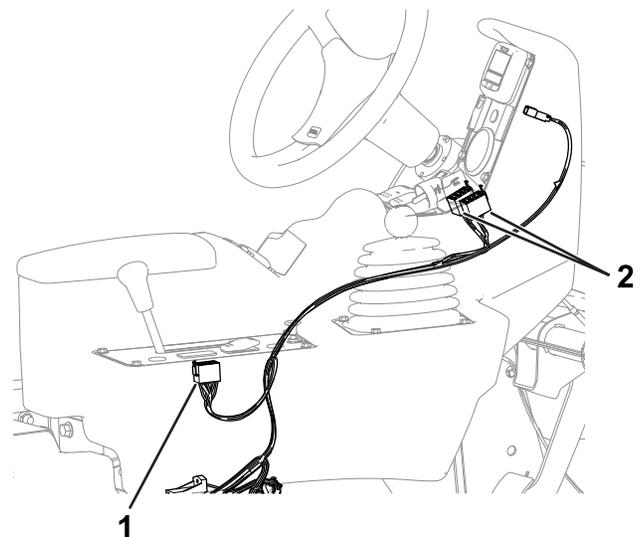

Bild 5
1. Verlegen Sie die 8-Buchsen-Stecker durch das Bedienfeld (Bild 5).